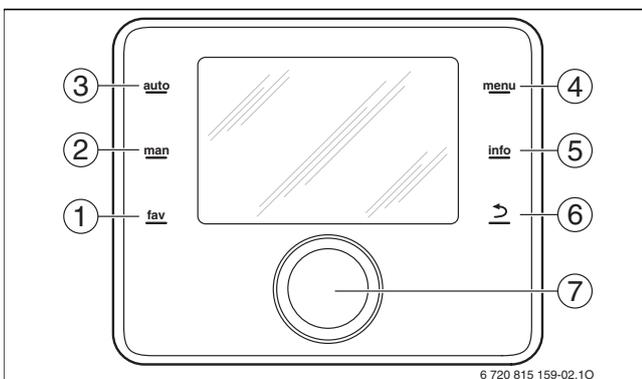

Bild 51 Bedienelemente
Mit den Wahl-tasten (→ Bild 51, [3] und [2]) sind für den Heizbetrieb die Betriebsarten „Automatikbetrieb“ und „manueller Betrieb“ einstellbar.
- einen zentralen Auswahlknopf für „Einhandbedienung“ (Drücken und Drehen mit einem Knopf → Bild 51, [7])